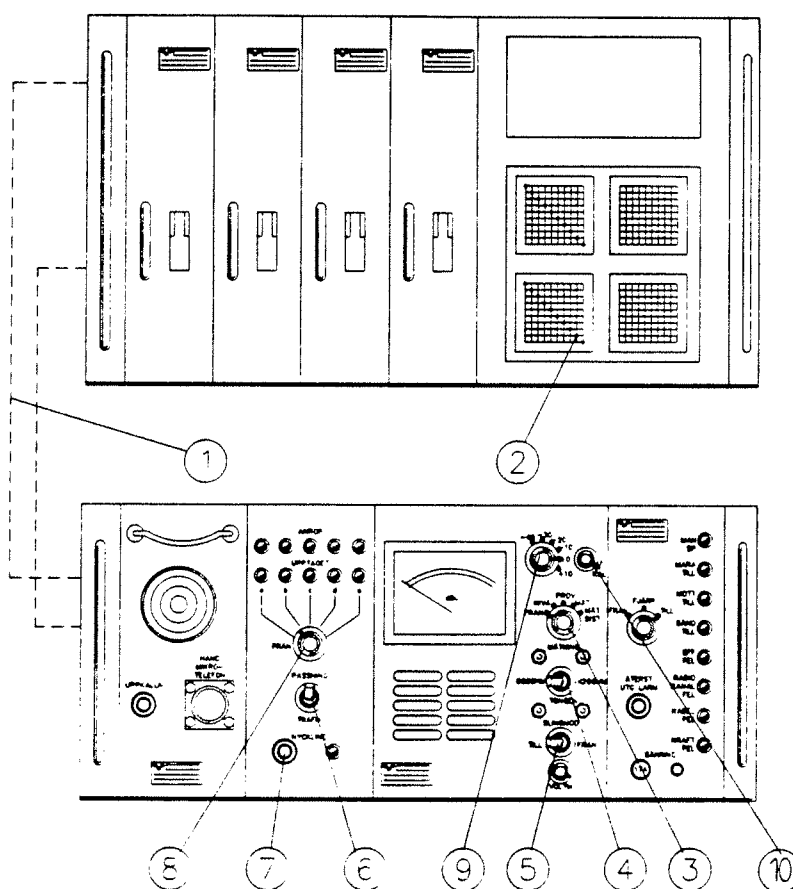

Bild 12.
- Anslut kontrollenheten till aktuell plats i fördelningsenheten ① se bild 12.
- Koppla in aktuella kanaler med programpinnarna ② i fördelningsenhetens programblock.